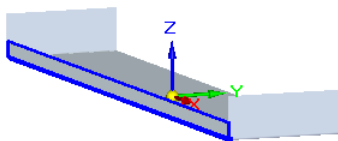
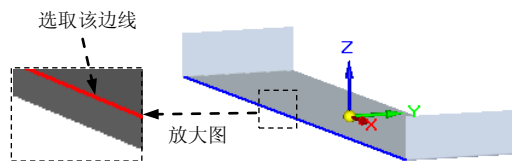

图 8.13.106 弯边特征 1
图 8.13.107 定义附着边
Step4. 创建图 8.13.106 所示的弯边特征 1。
(1) 选择命令。单击“主页”功能选项卡“钣金”工具栏中的“弯边”按钮 .
(2) 定义附着边。选取图 8.13.107 所示的模型边线为附着边。
(3) 定义弯边类型。在 **距离** 文本框中输入值 20, 在 **角度** 文本框中输入值 90, 单击“外部尺寸标注”按钮  和“材料内侧”按钮 ; 调整弯边侧方向如图 8.13.106 所示。
(4) 单击 **完成** 按钮, 完成特征的创建。